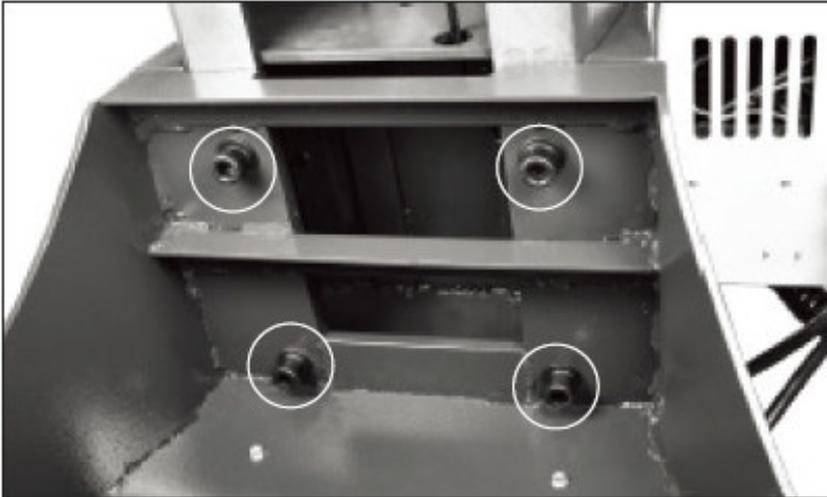

Abb. 6-18: Befestigung der Maschinenbeine
4. Befestigen Sie die Maschinenbeine mit den 8 Unterlegscheiben, Federringscheiben und Sechskantschrauben an der Drechselbank (Abb. 6-18).